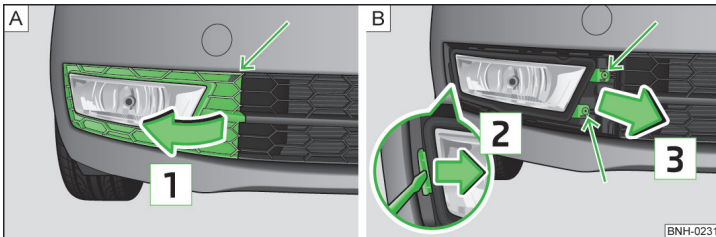

Abb. 163 Vorderer Stoßfänger: Schutzgitter / Ausbau des Nebelscheinwerfers
- Das Schutzgitter im Pfeilbereich » Abb. 163 - **A** mithilfe des Bügels zum Abziehen der Radvollblenden » Seite 157, *Bordwerkzeug* lösen.
- Das Schutzgitter in Pfeilrichtung **1** » Abb. 163 abnehmen.
- Die mit Pfeilen gekennzeichneten Schrauben » Abb. 163 - **B** herausschrauben1).
- Bei erneutem Einbau den Nebelscheinwerfer entgegen der Pfeilrichtung **3** » Abb. 163 einsetzen und festschrauben.